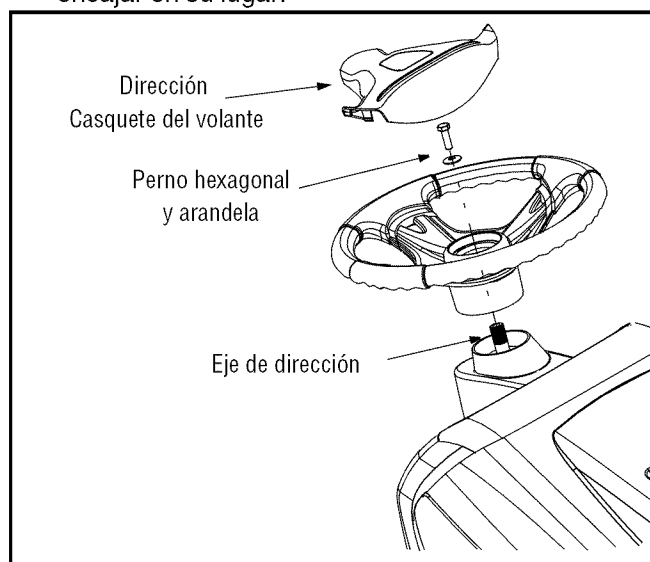

Figura 1
- Coloque la arandela (con el lado esférico hacia abajo) por encima del eje de dirección y ajústela con el perno hexagonal. Vea la Figura 1.